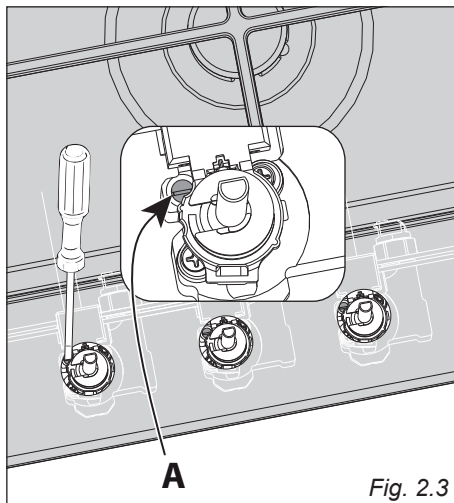

Fig. 2.3
- Med en flad skruetrækker drejes skruen "A" indtil flammen har en korrekt længde (fig. 2.3).